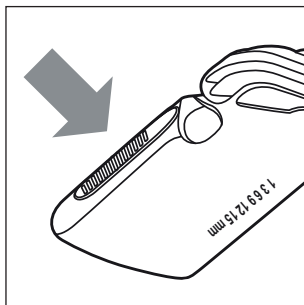

Fig. 5
- Pulse el botón al deslizar el accesorio con peine **10/11** hacia arriba o hacia abajo (consulte la fig. 5). Así es más fácil soltar el accesorio con peine **10/11** del encastre y moverlo.
- Pulse la parte superior del botón al deslizar el accesorio con peine **10/11** hacia arriba o hacia abajo (consulte la fig. 5). Así es más fácil soltar el accesorio con peine **10/11** del encastre y moverlo.